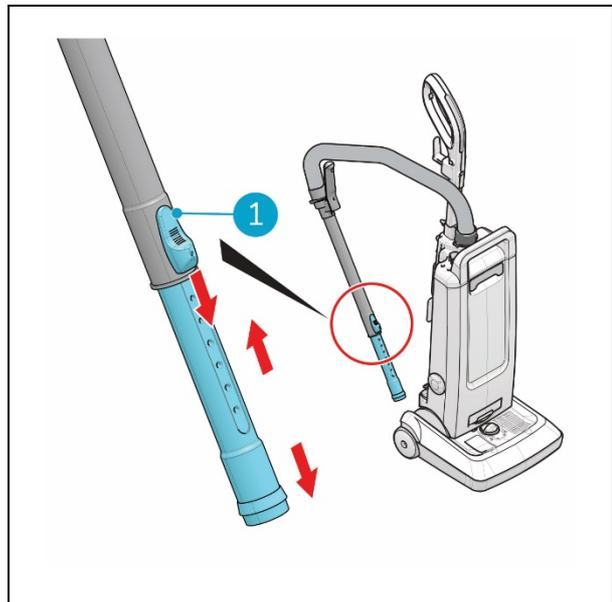

Figura 18
1. Tenere premuto il pulsante nero scorrevole (Figura 18, pos 1) verso il basso.